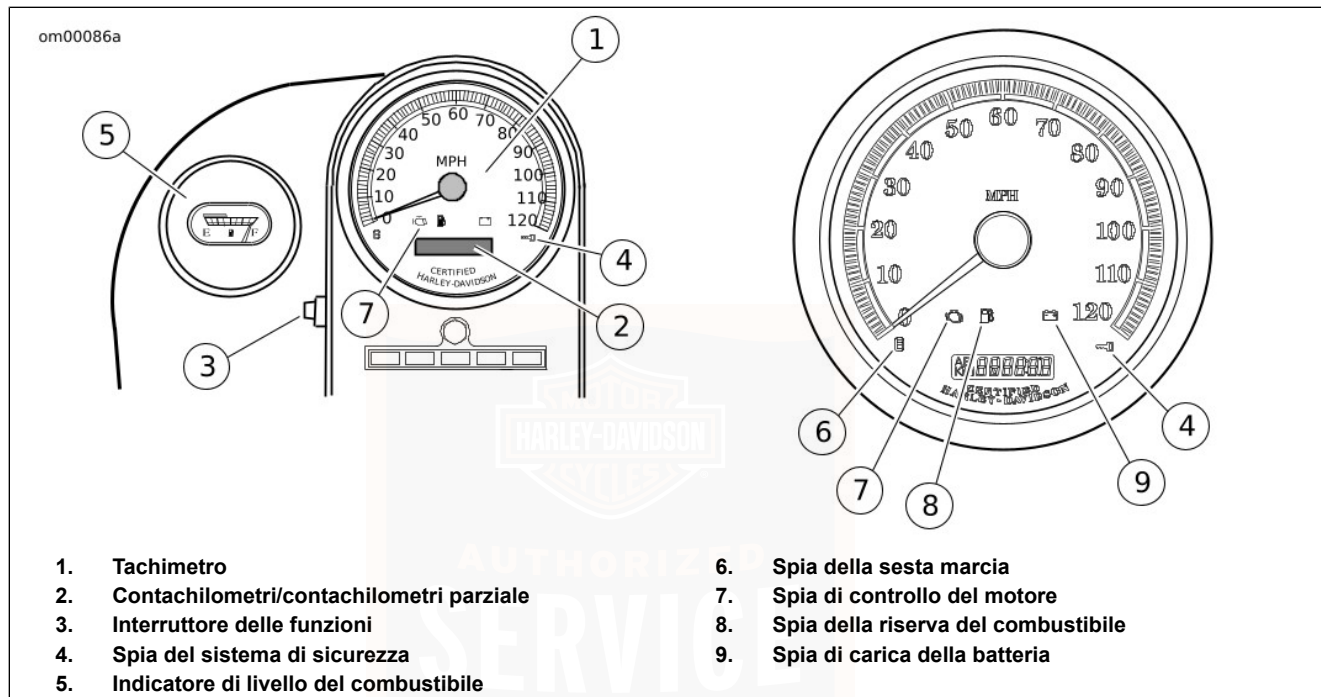
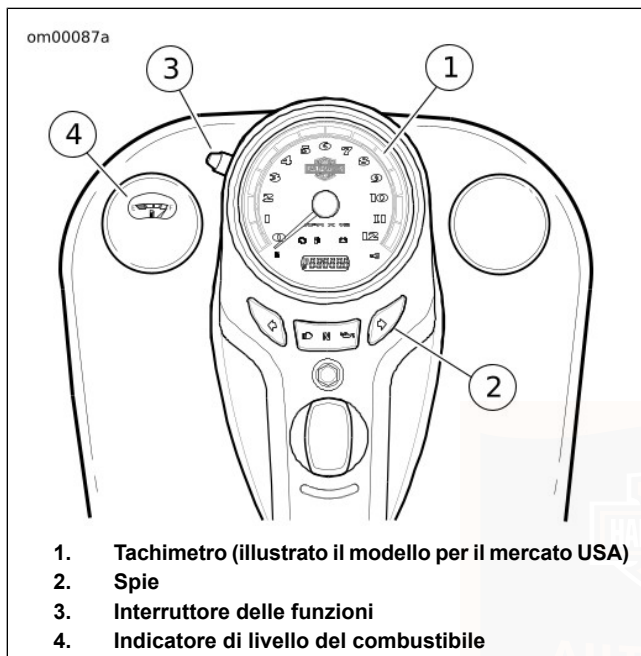

Figura 7. Tachimetro/contachilometri: Modelli Softail (tipico)
Figura 8. Strumentazione: Modelli FLSTC, FLSTSB
Vedere Figura 7 e Figura 8. Il tachimetro registra le miglia orarie (solo modelli per il mercato USA) o i chilometri orari (solo modelli per il mercato internazionale) della marcia avanti. Il tachimetro presenta inoltre le seguenti funzioni selezionabili:
1. Vedere Figura 7 e Figura 8. Premendo l'interruttore della modalità di funzionamento con il commutatore di accensione in qualsiasi posizione si attiverà la lettura del contachilometri e dell'ora. L'ora, le miglia ed i chilometri possono essere controllati senza sbloccare il commutatore di accensione. Premere e rilasciare l'interruttore della modalità di funzionamento una volta per vedere il contachilometri. Premere e rilasciare nuovamente l'interruttore per visualizzare l'ora.
2. Vedere Figura 7 e Figura 8. Premere l'interruttore della modalità di funzionamento finché l'ora non sia visualizzata (ora e minuti). Tenere premuto l'interruttore della modalità di funzionamento per cinque secondi o fin quando la modalità di visualizzazione 12 HR (12 ore) non inizia a lampeggiare sul display del tachimetro. Rilasciare il pulsante.
Vedere Figura 7. La spia di controllo del motore si trova nel quadro della strumentazione. Ha lo scopo di segnalare se il motore e il sistema di gestione del motore stanno funzionando regolarmente o meno. La spia di controllo del motore è di color ambra.
Vedere Figura 7. La spia color ambra della riserva del combustibile si accende quando il carburante nel serbatoio raggiunge il livello di riserva del combustibile indicato (approssimativamente) nella Tabella 16.
Vedere Figura 7. La spia della sesta marcia indica quando è ingranata la sesta marcia.
Vedere Figura 7. La spia della batteria indica se la carica della batteria è eccessiva o insufficiente. Vedere MANUTENZIONE E LUBRIFICAZIONE > BATTERIA: GENERALE (Pagina 135).
Vedere Figura 7. La spia del sistema di sicurezza si accende quando è attivato il sistema di sicurezza. Vedere MODULO DI SICUREZZA VIVA-VOCE > SISTEMA DI SICUREZZA SMART HARLEY-DAVIDSON (Pagina 65).